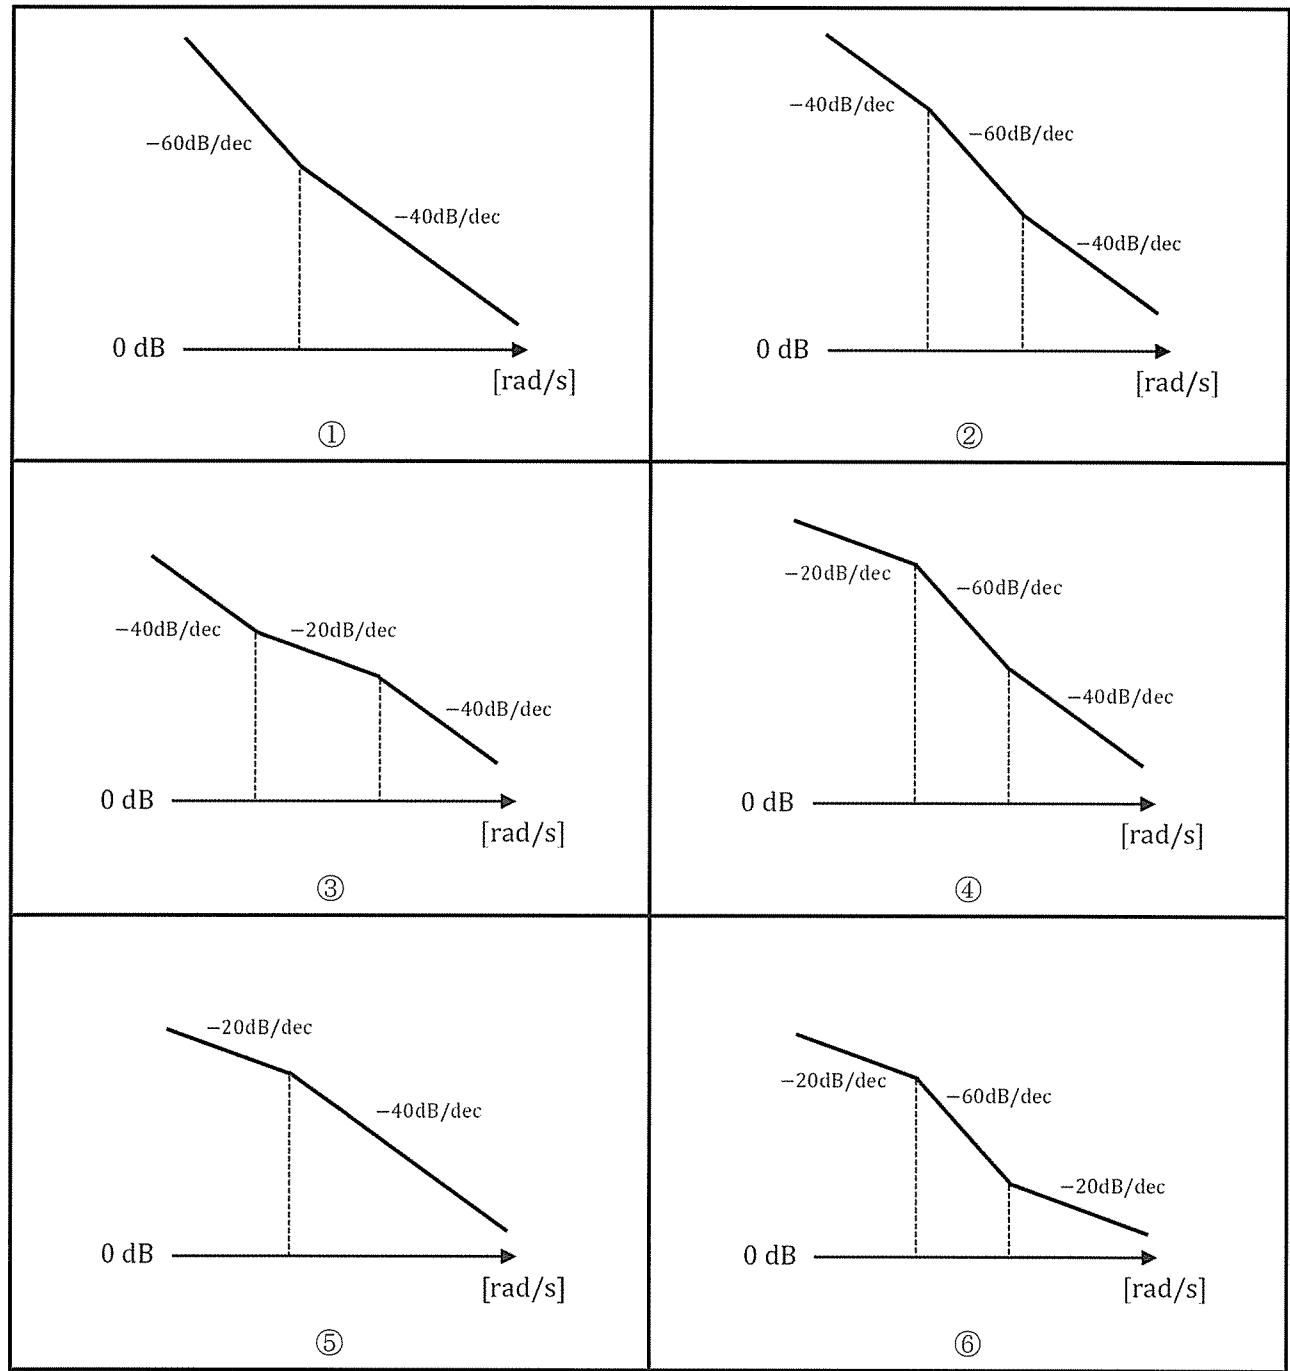

図2
III 伝達関数 $G(s)$ は、極を3つ、零点を1つ持つとする。ただし、極および零点はすべて非正の実数であり、極零相殺は存在しないものとする。このとき、伝達関数 $G(s)$ のゲイン線図（折れ線近似）として不適当なものを図2の①～⑥から2つ選択せよ。なお、横軸は対数目盛であり、図示されていない折れ点周波数は存在しないものとする。